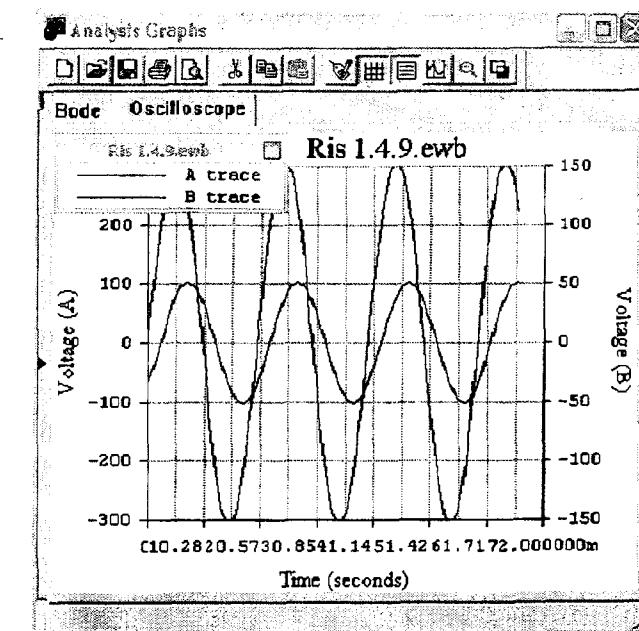

Рис. 3.3
Звіт про експериментальну частину роботи подають з надрукованими експериментальними моделями з показаннями вимірювальних приладів, а також у вигляді осцилограм, які можна отримати на робочому полі екрана за допомогою команди *Display Graph* меню *Analysis*, або класанням лівою кнопкою “мишки” по піктограмі , що знаходиться на полі інструментів. Цією командою викликається на екран вікно з результатами виконання однієї з команд моделювання (рис.3.3).
**Примітка.** На рис. 3.3 та 3.4 подано результати дослідження електричного кола синусоїдного струму з послідовним з’єднанням *R*, *L* та *C* елементів (див. рис. 1.24).